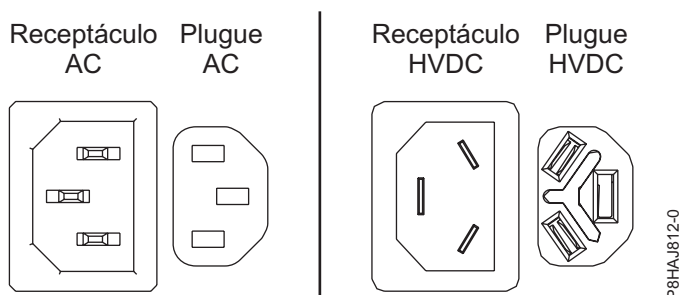
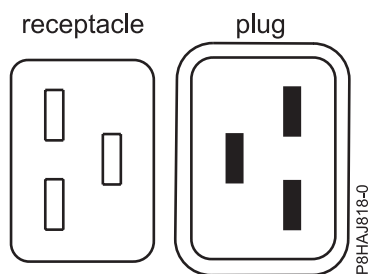
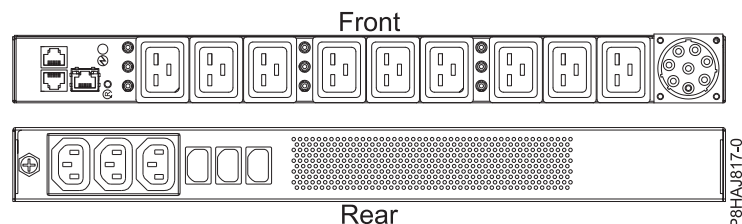

Figura 50. Conectores AC e HVDC
Figura 51. Conectores do sistema 8408-44E
Figura 52. O PDU para o sistema 8408-44E
O Figura 50 mostra os conectores de corrente alternada (AC) e de corrente direta de alta voltagem (HVDC) suportados. O Figura 51 e o Figura 52 mostra os conectores suportados e a unidade de distribuição de energia (PDU) do 8408-44E.